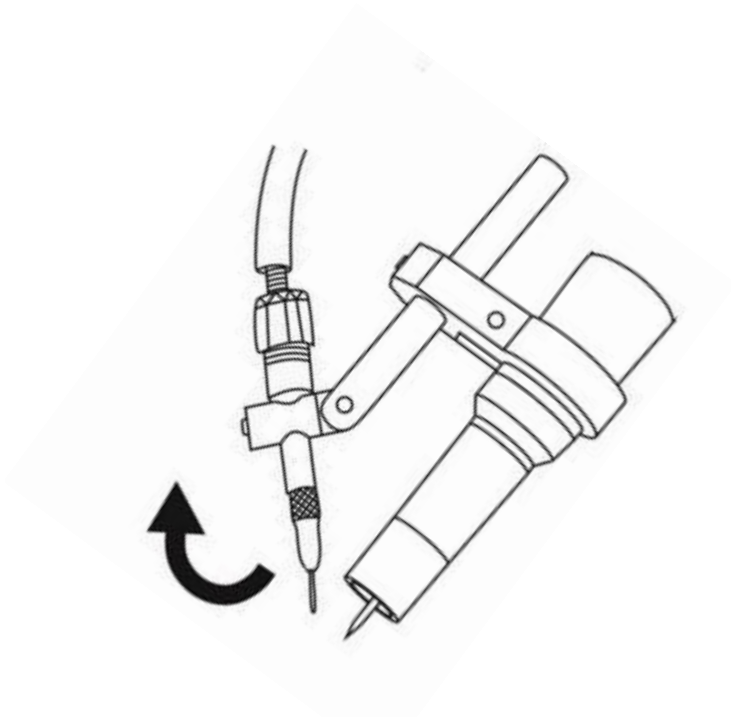

Рис. 7.14. Установка наконечника подачи присадочной проволоки.
3. После того как присадочная проволока будет видна, закрутите наконечник в держатель наконечника (См. рис. 7.14).